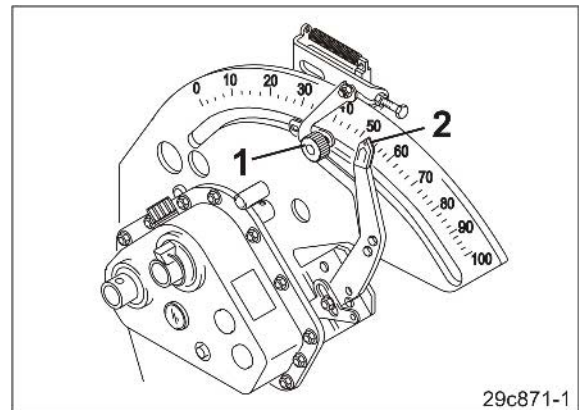

Fig. 155
3. Frigør stopknappen (Fig. 155/1).
5. Indstil geararmens viser (Fig. 155/2) **nedefra** til gearindstillingsværdien.